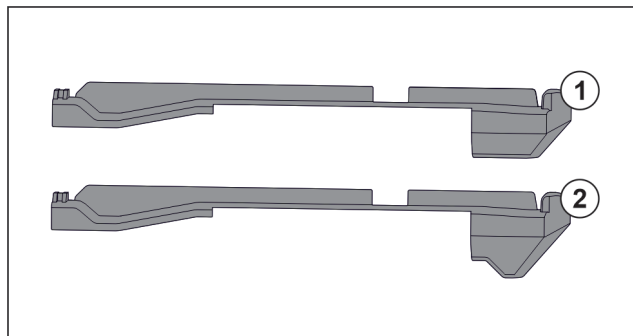

Fig. 141 Krahassimi i pjesëve kapëse
Në pajisje gjenden dy pjesë kapëse të ndryshme. Pjesa kapëse mbi sirtarin më të poshtëm Fig. 141 (2) ka një cep në formë trekëndëshi. Të gjitha pjesët e tjera kapëse Fig. 141 (1) kanë një cep të drejtë.
- Vendosni pjesën kapëse Fig. 141 (2) me cepin në formë trekëndëshi mbi sirtarin më të poshtëm.
- Vendosni pjesën kapëse Fig. 141 (1) me cepin e drejtë në të gjitha vendet e tjera.